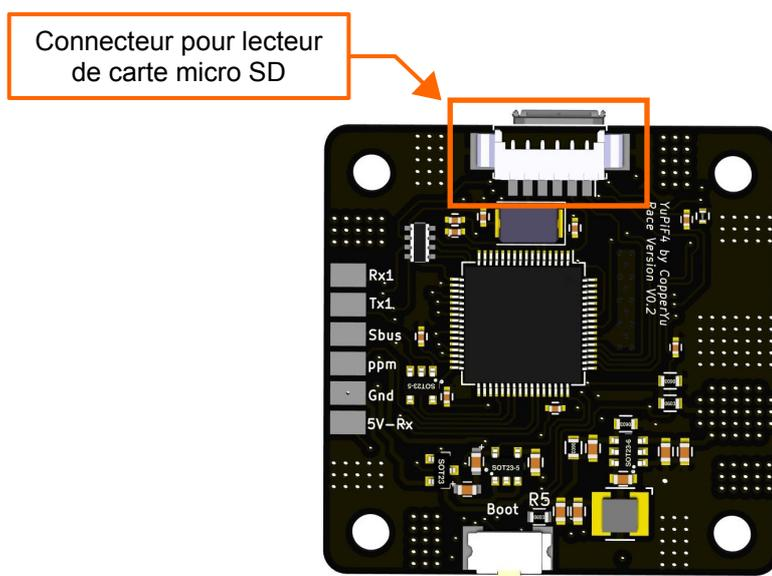

Figure 9 - Connecteur pour lecteur de carte SD
1. Brancher le lecteur de carte SD sur le connecteur indiqué en Figure 9